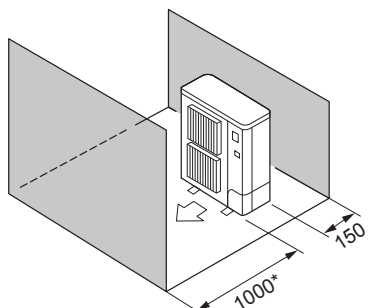

Fig. 2-7
- ⑤ Alleen obstakels aan de voor- en achterzijde (Fig. 2-7)